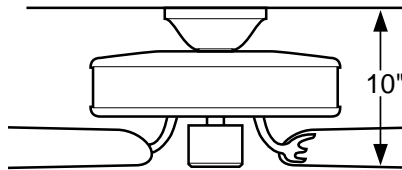

Figura 1a - Montagem embutida
**Montagem embutida** (Figura 1a) fica próxima do teto, para tetos baixos, inferiores a 2,6 m.